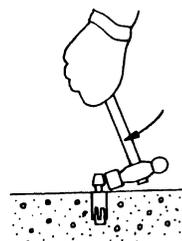

Fig. 9
- (5) A l'aide d'un marteau manuel ou de pinces, couper la partie conique du sabot. (Fig. 9)